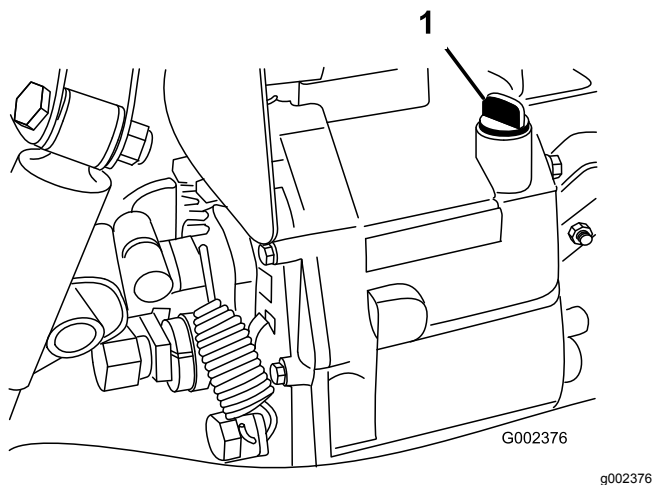

Bild 64
4. Reinigen Sie den Bereich um den Peilstab (Bild 64).